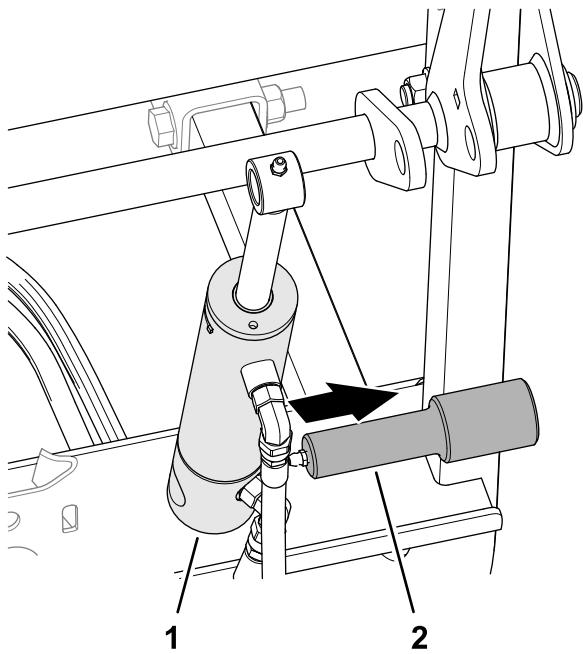

**Figura 17**
3. Enrute el cilindro y las mangueras hasta la parte trasera del bastidor de elevación (Figura 17).
4. Instale el protector de mangueras alrededor de las mangueras a 9 cm (3.5") del canal del tubo trasero, como se muestra en la Figura 17.